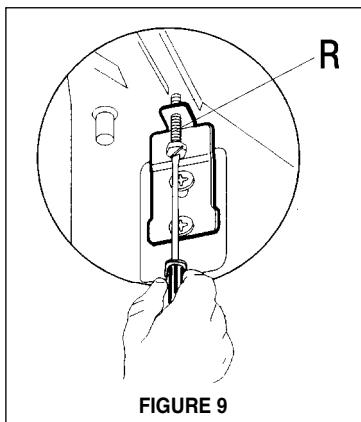

FIGURE 9
5. Mettre la hotte de niveau. La hauteur de la hotte peut être réglée en tournant les vis (**R**) tel qu'il est indiqué à la **FIGURE 9**, de chaque côté du ventilateur.